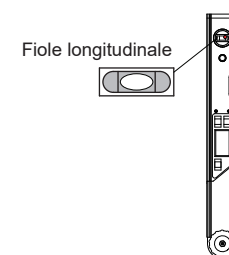

Fig.2
- b. Contrôle longitudinal (Fig.2).